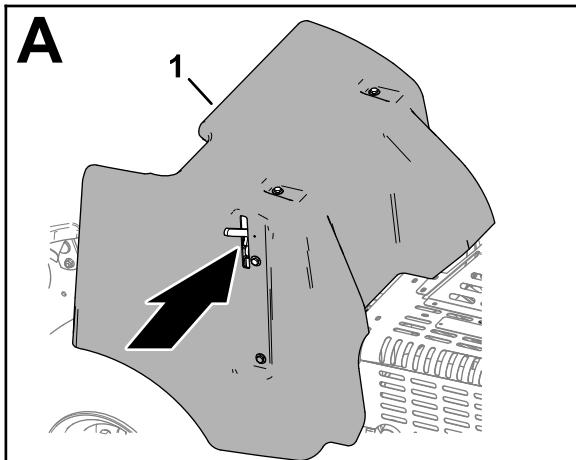

Bild 135
- Senken Sie den Verriegelungsgriff vollständig ab, um die Abdeckung zu sichern (Bild 135).